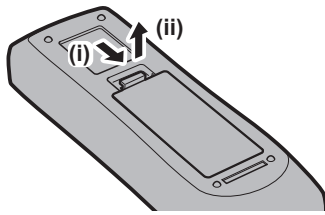

Fig. 1
1) **Aprire il coperchio. (Fig. 1)**